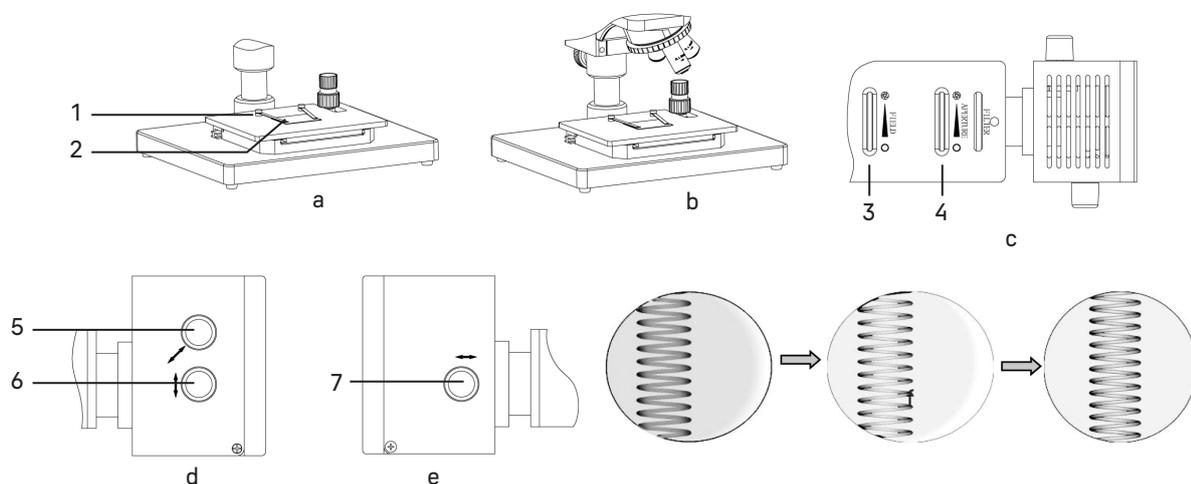

Рис. 9. Центрировка источника света
1. Кусок белой бумаги **2** (примерно 40 x 50 мм) положите на предметный столик и закрепите зажимами **1**, как показано на рис. 9а.
2. Выверните один из объективов из револьвера и введите в ход лучей свободное гнездо револьвера – отверстие без объектива, как показано на рис. 9б.
3. Откройте полевую и апертурную диафрагмы, в этот момент на белой бумаге появится яркое световое пятно с изображением нити накала внутри, как показано на рис. 9ф.